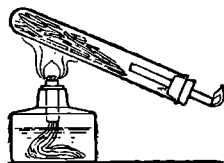

Рис. 64. Сухая перегонка дерева.
■ **Опыт.** Заполните пробирку на две трети лучинками сухого дерева. Вставьте пробку с трубкой, выдающейся внутрь пробирки, как на рис. 64. Укрепите пробирку на штативе в наклонном положении, как на рисунке, и нагревайте на лампочке, начиная с конца пробирки. Выделяющийся из пробирки газ подожгите. Нагревайте, пока выделение газа не прекратится. Осторожно приоткрыв пробку, перелейте собравшуюся у пробки жидкость в другую пробирку. Высыпьте из первой пробирки полученный уголь. Обратите внимание на его плотность и звонкость при бросании на твердую поверхность — свойства хорошо обожженного угля. Исследуйте образовавшуюся при нагревании дерева жидкость. В водянистой жидкости можно заметить бурые смолистые капли *дегтя*, имеющего характерный запах.